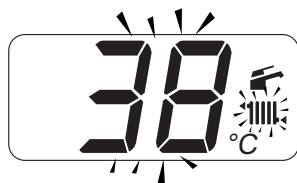

Figura 2.7
- il valore di "set" della temperatura dell'acqua calda di mandata riscaldamento ed il simbolo  lampeggiano. Il fondo del display appare illuminato (Figura 2.7).
del display appare illuminato (Figura 2.7).